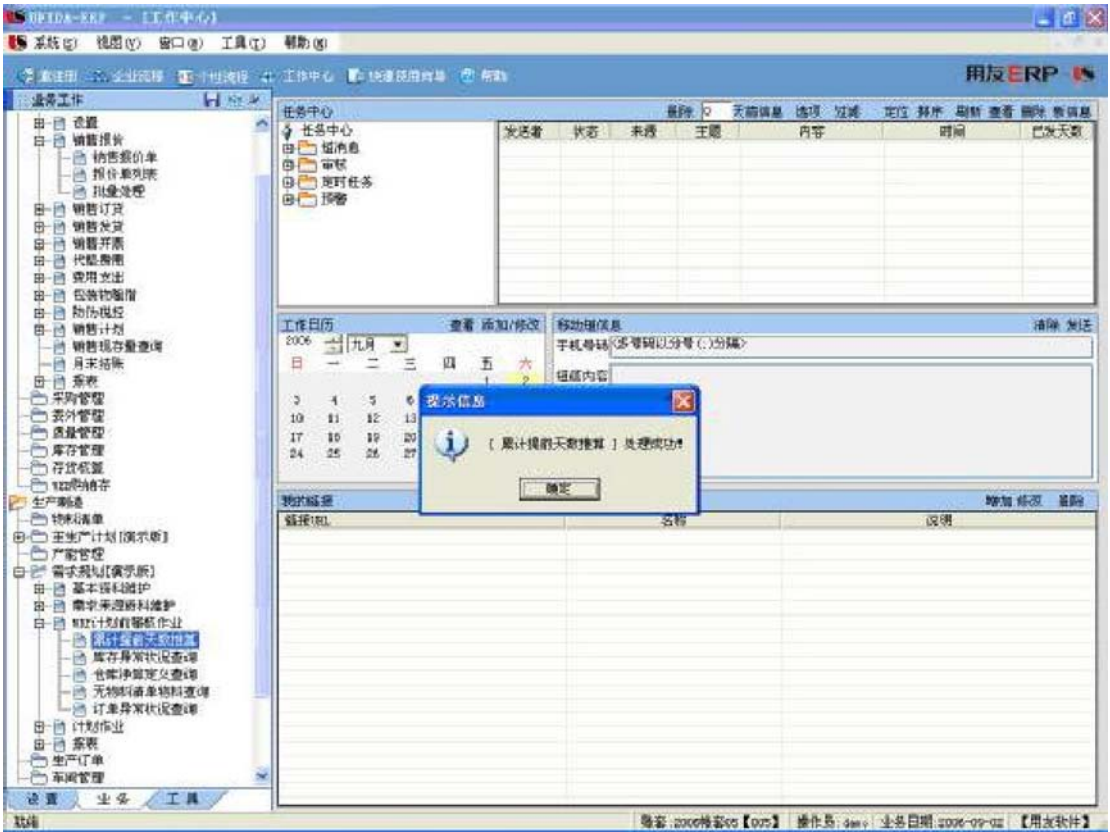

图 2-10
2. 单击“执行”，，弹出提示窗口（如图 2-10 所示）。